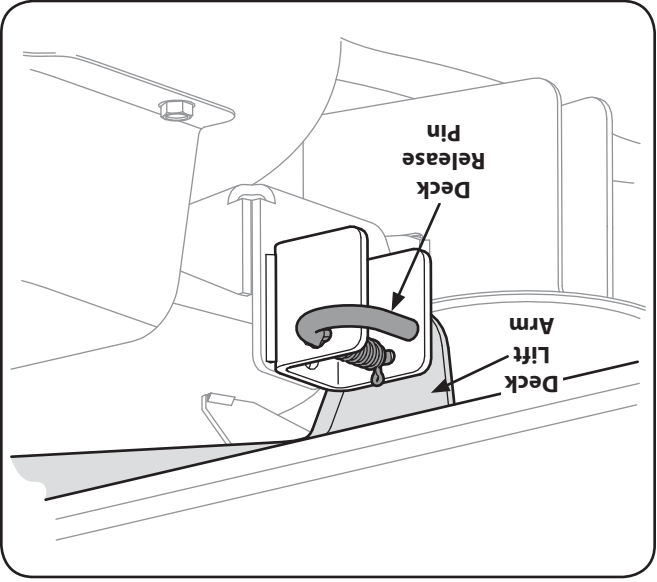

Figure 7-7
7. Localisez les goupilles de soutien de droite et de gauche du plateau de coupe de chaque côté du plateau de coupe. Sortez les goupilles et dégagez les bras de relevage droit et gauche du plateau de coupe. Voir la figure 7-7.